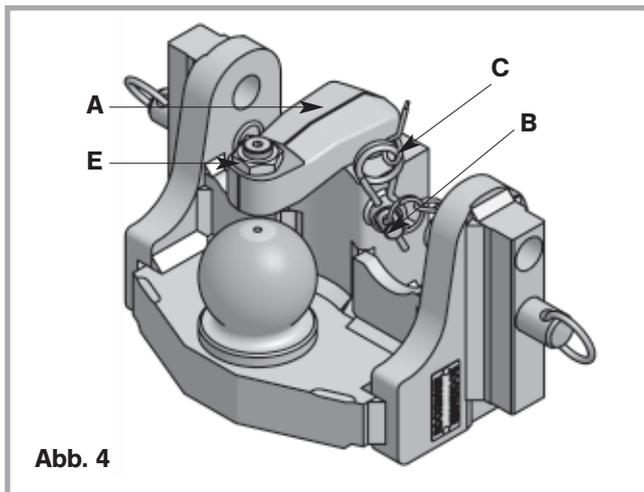

Abb. 4
- Sicherungsbolzen entfernen (**B**) (s. Abb. 4).
- Federstecker (**C**) entfernen (s. Abb. 4).
- Sicherungsbolzen (**B**) entfernen (s. Abb. 4).